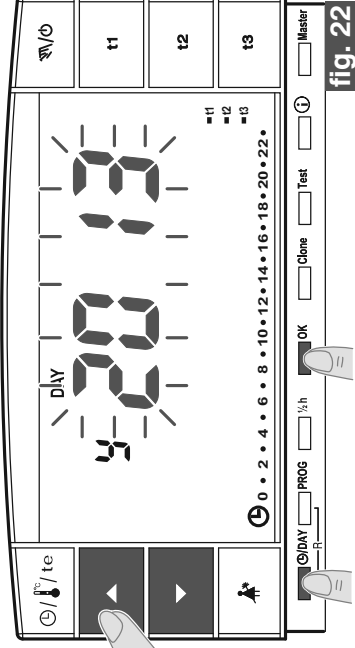

fig. 22
- Modificar el año (si es necesario) utilizando las teclas ▲ ▼ (fig. 22); presionando por impulsos se aumenta o disminuye de un año; la presión continua activa el desplazamiento rápido.